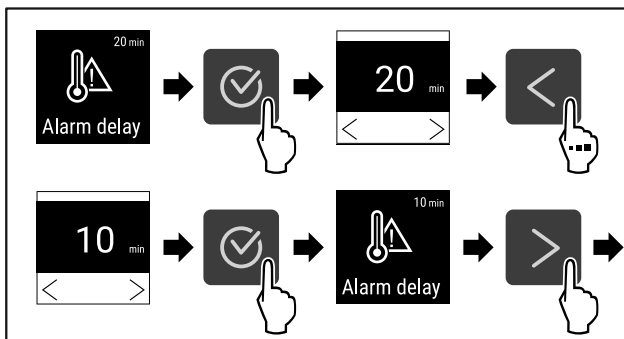

Fig. 99
- ▶ Kryeni hapat e veprimit (shihni Fig. 99).